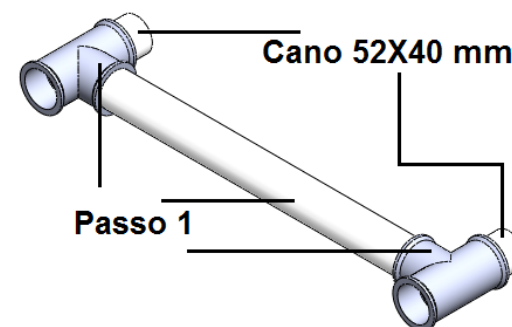

Figura 18. Montagem dos módulos – Módulo 4 – Passo 2
- Passo 2: Junte os canos de 52X40 mm nas 2 conexões “T 40 mm” do conjunto montado no passo 1, como mostrado na figura 18 (1 unidade);